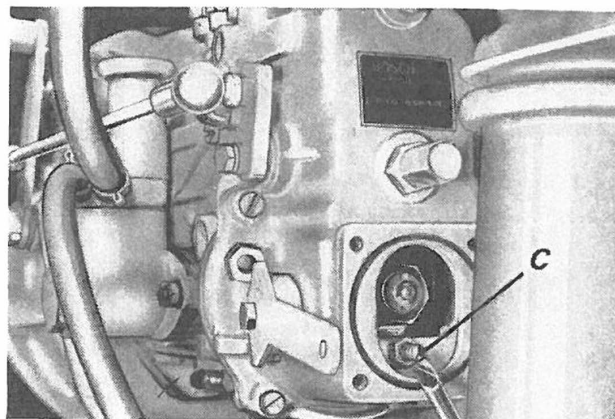

Fig. 106
This setting has to be done only with engine under load on dynamometer, and working on screw (C), (Fig. 106).
Le réglage peut s'effectuer seulement avec moteur sous charge au frein dynamométrique, en agissant sur la vis (C) (fig. 106).